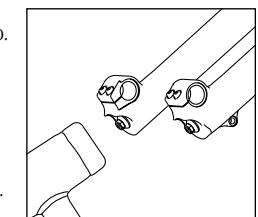

Fig. 2
3. Collocare un recipiente per l'olio sotto la forcella. Allentare parzialmente le viti in fondo ai foderi con una chiave esagonale da 6 mm, picchiettare con decisione le viti con un mazzuolo morbido per liberare le aste dai foderi (Fig. 2), e rimuovere completamente le viti.